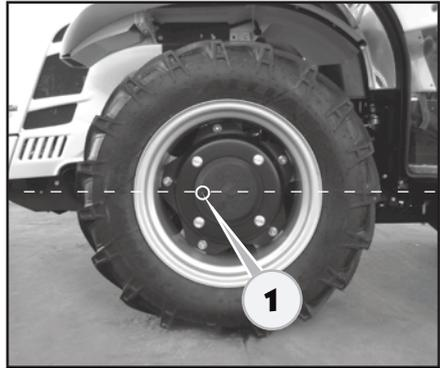

Abb. 6.41
1. Den Traktor so positionieren, dass sich der Stopfen (1) waagrecht zur Radachse befindet (Abb. 6.41).